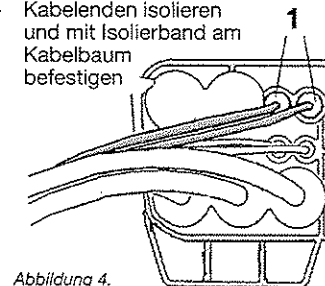

Abbildung 4.
15. Kabelklemmen aus den Kammern 1 und 2 entfernen (Abbildung 4)